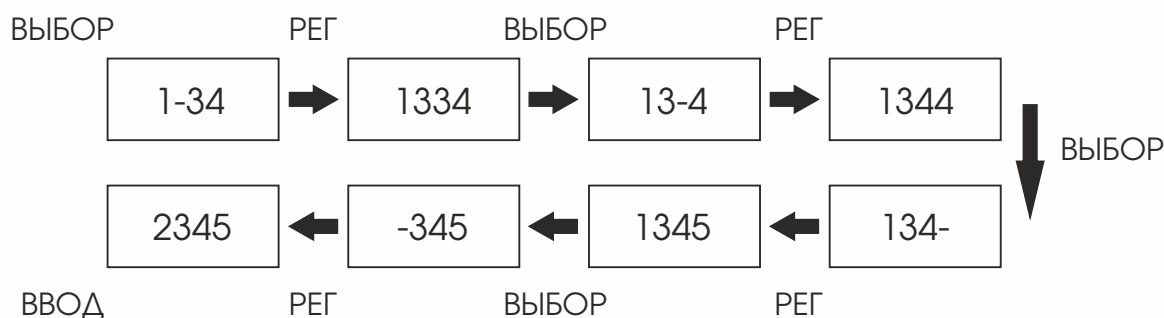

Рисунок 6. Ввод нового пароля.
3. В случае ввода верного пароля можно задать новый пароль (например «2345»). Для этого нажмите кнопку «РЕГ». Далее, введите новый пароль используя кнопку «РЕГ» для изменения чисел в разрядах и кнопку «ВЫБОР» для переключения разрядов, как показано на рис. 6.
4. В случае ввода неверного пароля следует кратковременно нажать кнопку «ВВОД», затем ввести верный пароль. Если Вы забыли пароль, следует связаться со службой технической поддержки производителя. Процедура ввода пароля на примере «2345» показана на рис. 6.